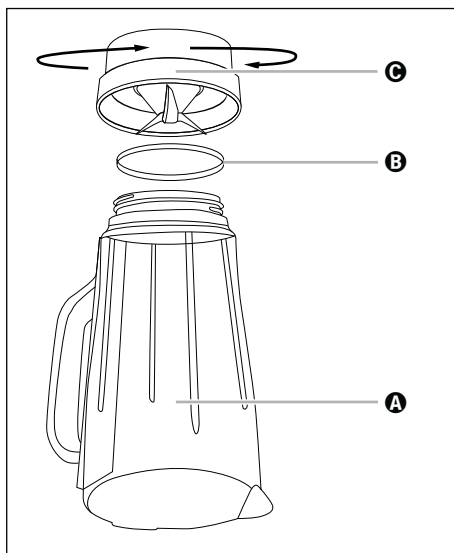

Fig. 4
- 2) Stil produktet på hovedet, og drej blenderkandens ③ plastdel Ⓒ mod urets retning, så den kan løsnes fra blenderkandens ③ glasdel Ⓐ (se fig. 4).
- 6) Sæt tætningsringen Ⓑ rigtigt ind i plastdelen Ⓒ igen. Sæt blenderkandens ③ plastdel Ⓒ på blenderkandens ③ glasdel Ⓐ igen, og skru plastdelen Ⓒ fast i urets retning.